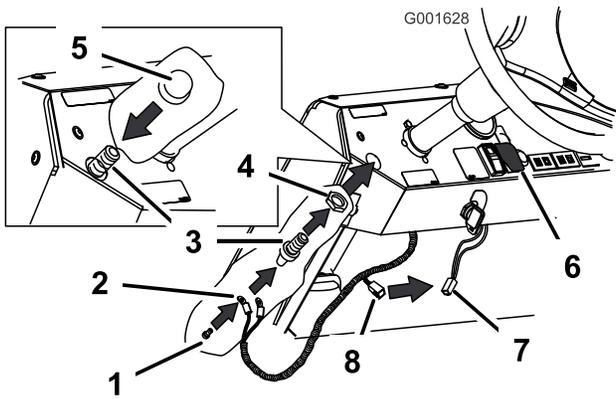

Bild 16
2. Nehmen Sie die Kappe der Hupentaste ab und fädeln Sie die Mutter auf den freiliegenden Faden des Schalters (Bild 16).
- Schließen Sie die weißen und roten Drähte am Ende des Kabelbaums unter Verwendung der zwei mitgelieferten Schrauben an die Rückseite der Hupentaste an (Bild 16).
- Führen Sie die Schalteranordnung unter das Armaturenbrett und schieben sie diese in das gebohrte Loch (Bild 16).
- Schrauben Sie die Kappe der Hupentaste auf den Schalterkopf, um die Montage am Armaturenbrett zu sichern (Bild 16).
- Fassen Sie unter das Armaturenbrett und überprüfen Sie, ob Sie einen Teil des Kabels fassen können, wie in Bild 16 dargestellt. Dieses Kabel kommt vom Hauptkabelbaum unter dem Lichtschalter. Sollten Sie das Kabel fassen können, schließen Sie es an den neuen Kabelbaum an.